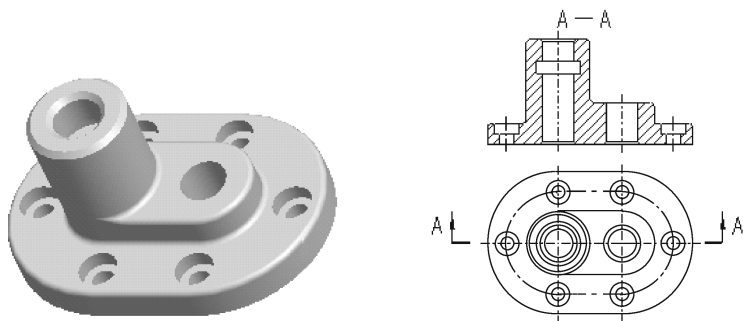

图 10-123 零件原型及工程图
【例 10-7】 将如图 10-123 所示的模型用全剖视图的表达方法表达清楚。
(1) 打开文件“……\例题\第 10 章\liti10-7.prt”，如图 10-123 所示。
(2) 在【视图】工具栏中单击【视图管理器】按钮，弹出【视图管理器】对话框，切换至【横截面】选项卡。
(31) 此时4条线仍处于选中状态,按下鼠标右键,在弹出的快捷菜单中选择【与视图相关】选项,在图形区选取俯视图,使这4条线和俯视图相关。这样,在移动俯视图时,图线跟着一起移动。最后结果如图 10-123 所示。
(32) 保存文件,关闭窗口,拭除不显示。